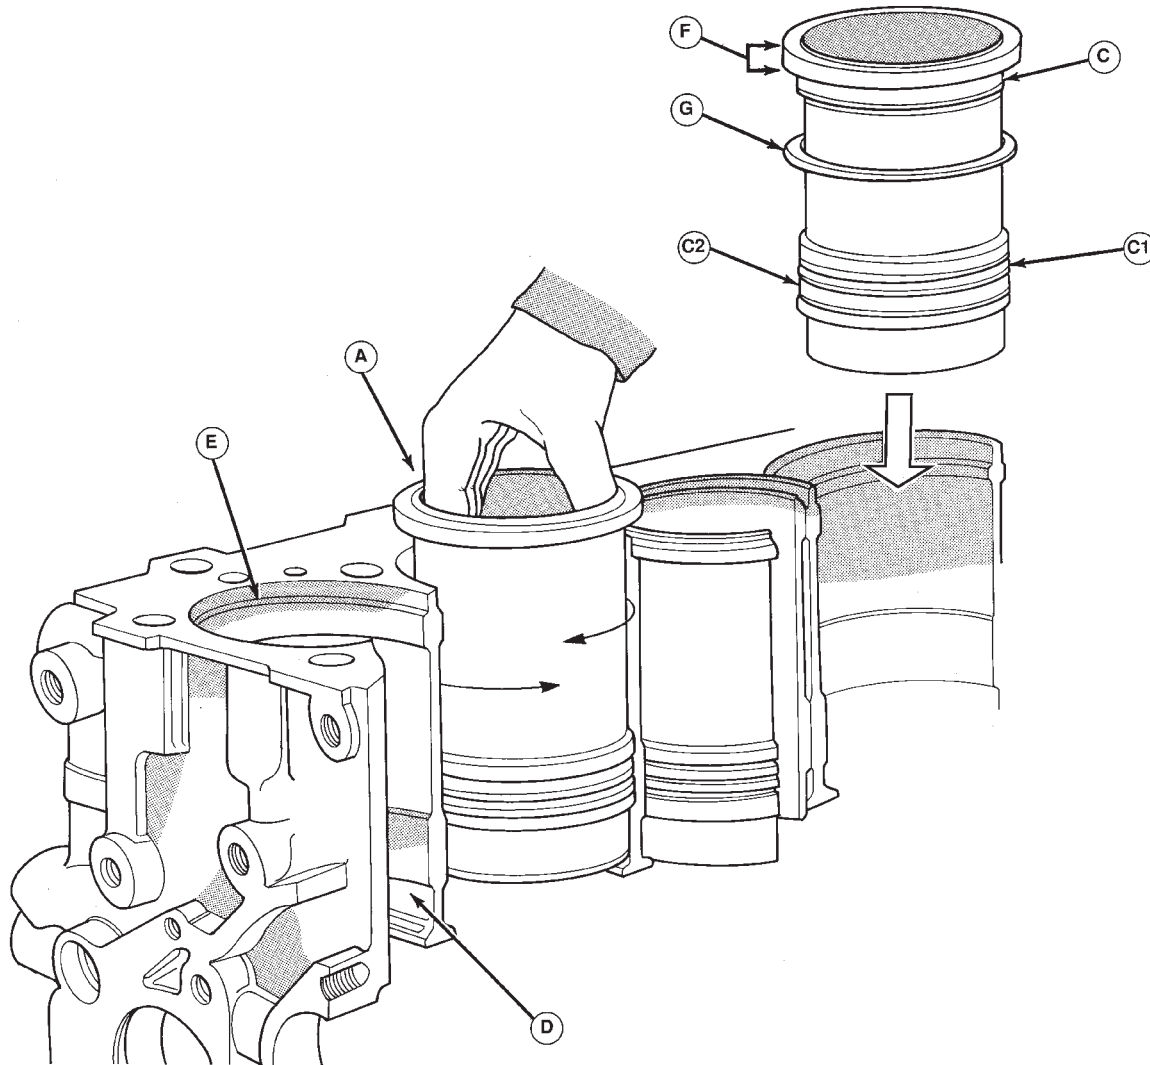

Abb. 51 Laufbuchsen einbauen
(1) LOCTITE-Reste sorgfältig von Laufbuchsen und Kurbelgehäuse entfernen. Anlageflächen der Laufbuchsen im Kurbelgehäuse entfetten. Laufbuchsen wie bei (A) einsetzen, dabei gleichzeitig um 45° hin- und herdrehen, um die Buchse in die richtige Lage zu bringen (Abb. 51).